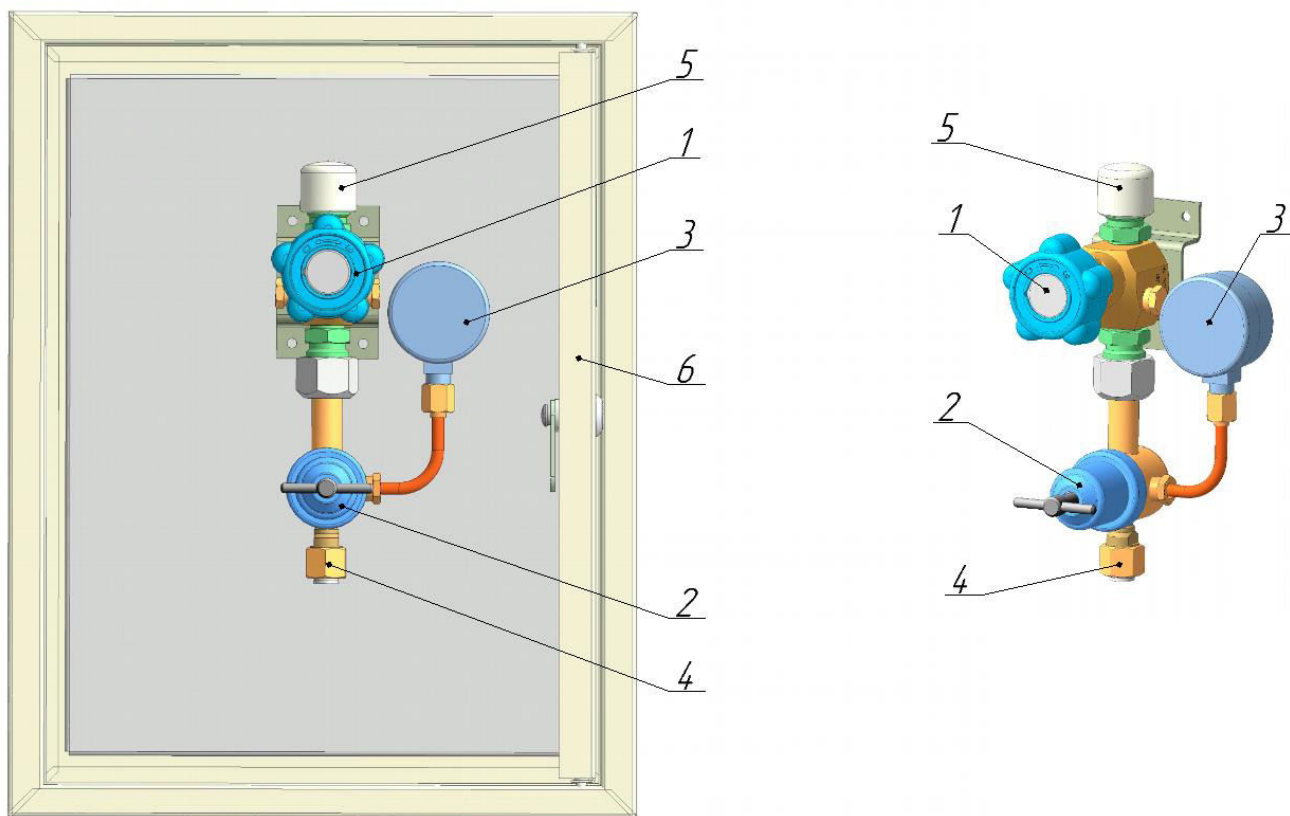

Рис.1 Пост газоразборный: а - ПГУ-10-з; б - ПГУ-10
4.1 Внешний вид поста показан на рис. 1